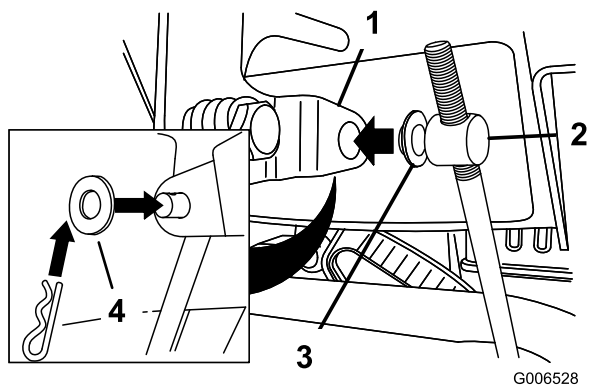

Figura 11
3. Togliete la coppiglia a forcina e la rondella esterna dal barilotto sul lato superiore dell'asta di comando della velocità (Figura 11).
Nota: Per agevolare l'installazione lasciate la rondella piana sul barilotto (Figura 11).
6. Sollevate l'asta di comando della velocità ed inserite il barilotto nel foro della leva di selezione della velocità (Figura 11).
- B. Scollegate il barilotto dalla leva del selettore della velocità (Figura 11).
- C. Abbassate il barilotto sull'asta di controllo della velocità (senso orario) (Figura 11).
D. Collegate il barilotto alla leva del selettore della velocità (Figura 11).
- C. Alzate il barilotto sull'asta di controllo della velocità (senso antiorario) (Figura 11).
- D. Collegate il barilotto alla leva del selettore della velocità (Figura 11).